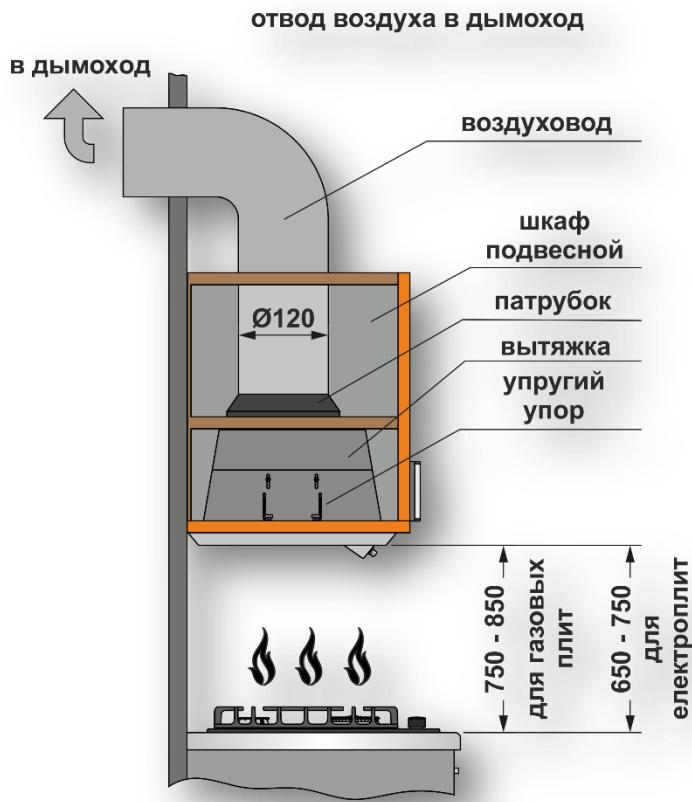
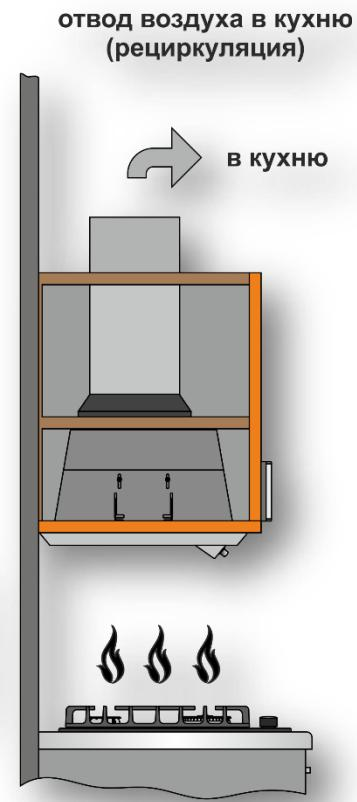

Рис.1
Рис.2
4.5 При монтаже вытяжки на необходимой установочной **высоте Н** над плитой (рис.1) для отвода воздуха в дымоход используйте воздуховод **Ø150 x Ø120мм**. Меньший диаметр создаст дополнительное сопротивление воздуху, что приведет к увеличению шума и вибрации, а также к перегреву двигателя.
5.3 В зависимости от схемы установки вытяжка работает в двух вариантах (рис.1 / рис.2):
- в режиме отвода воздуха в дымоход кухни (рис.1);
- в режиме рециркуляции (замкнутый кругооборот воздуха в кухне) (рис.2).
Напоминаем, что высота установки вытяжки над электроплитами должна быть не меньше 650мм, а над газовыми - не меньше 750мм (рис.1).